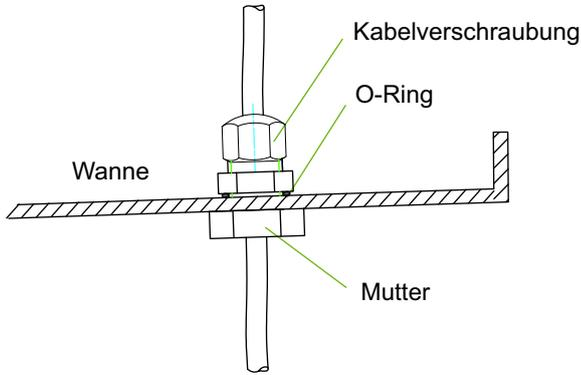

Abb. 1.4:
- 1) Bohren Sie in der Nähe einer vorhandenen Kaberdurchführung ein Loch \varnothing 16 mm für eine zusätzliche Verschraubung in die Kondensatwanne und befestigen Sie die mitgelieferte Zugentlastung. (siehe Abb. 1.4 auf S. 2)